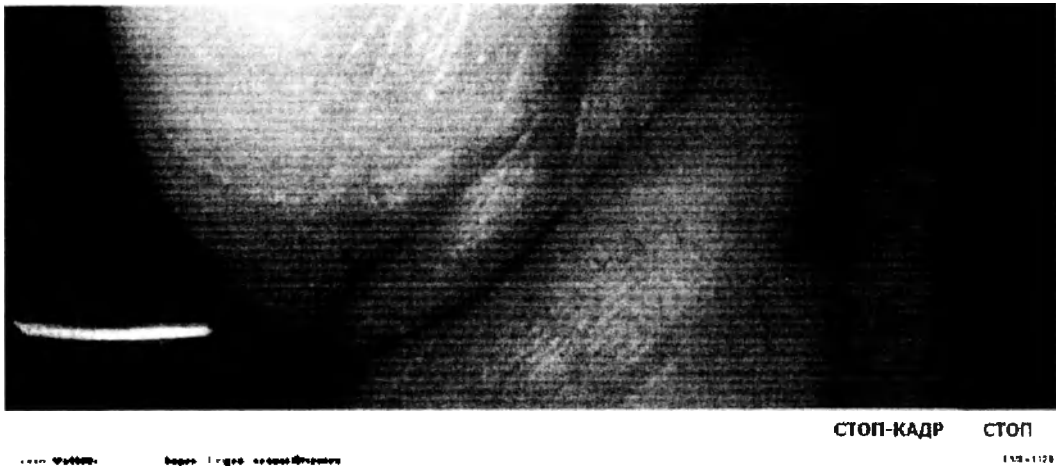

Рисунок 63 - Вид окна с активированными кнопками "Стоп-кадр", "Стоп"
- нажать кнопку **СТАРТ** , при этом надпись на кнопке изменится на "Стоп". Активируется кнопка **СТОП-КАДР** (рисунок 63)